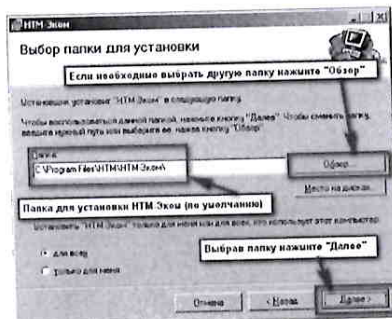

Рисунок 9
8.2.4.4 Выбрать папку для установки ПО «НТМ-ЭкоМ» (рисунок 9).